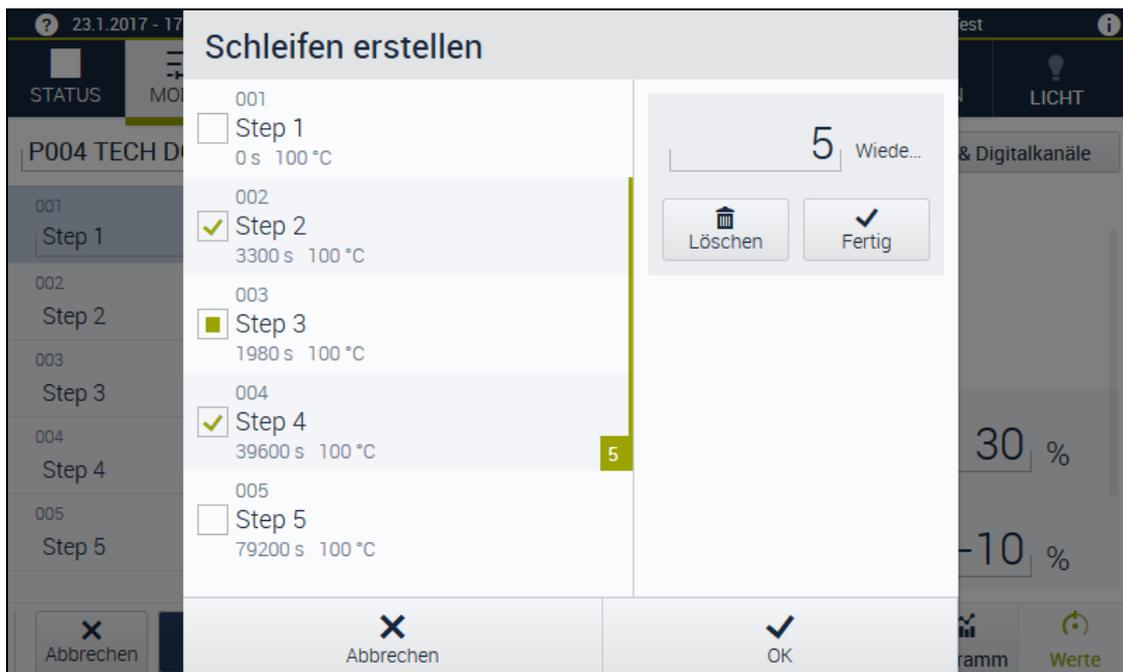

Abb. 6-2 Schleifen erstellen
- ✓ Der Dialog **Schleifen erstellen** öffnet sich → *Abb. 6-2 »Schleifen erstellen«* (Seite 78).